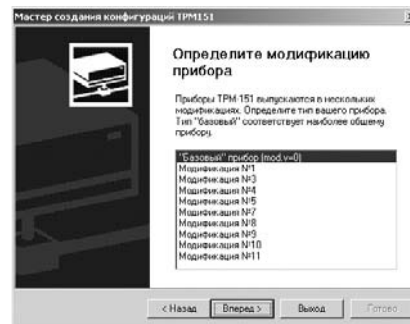
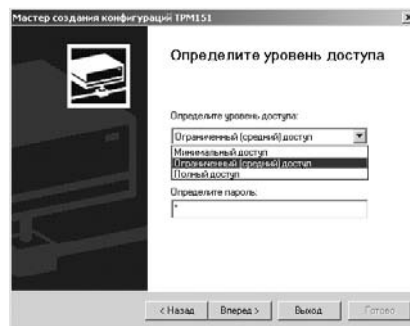

Рис. 24
Рис. 25
**Если модификация успешно считана,** на экране сразу появится окно с приглашением выбрать уровень доступа (см. рис. 25).
**Если модификацию считать не удается,** появится соответствующее сообщение. Нажмите [OK] – открывается окно с приглашением выбрать модификацию прибора из списка (рис. 24). Выберите модификацию Вашего прибора («Модификация № 1»). Нажмите клавишу [Вперед>] – откроется окно с приглашением выбрать уровень доступа (рис. 25). Переходите к п. 4.